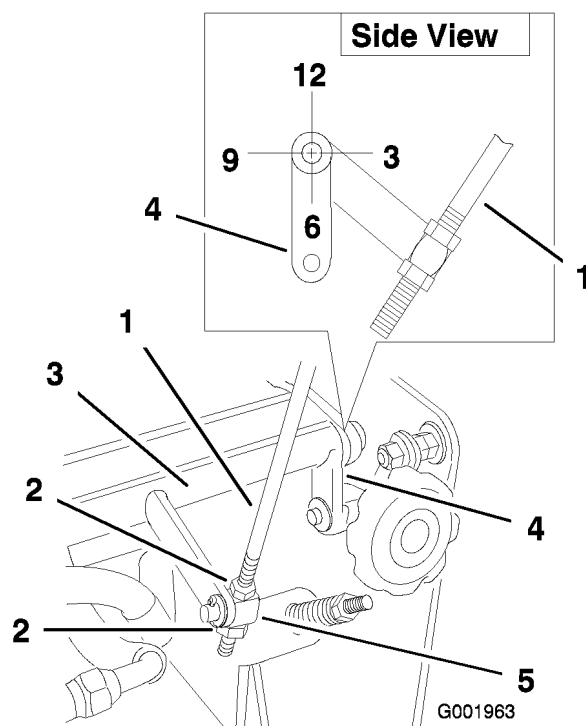

Figura 44
4. Compruebe la orientación de las barras laterales situadas en los extremos de la barra de control de velocidad. Estas barras deben estar orientadas hacia abajo en la posición de las 6 aproximadamente (Figura 44).
5. Si es necesario ajustarlas, afloje las tuercas en ambos lados del pivote de la varilla de control de velocidad (Figura 44).
6. Ajuste el pivote hasta que las barras estén en la posición de las 6 (Figura 44).
7. Apriete las tuercas en ambos lados del pivote (Figura 44).
10. Si es necesario, ajuste el pivote de la varilla de control de velocidad para centrar la palanca (Figura 44).